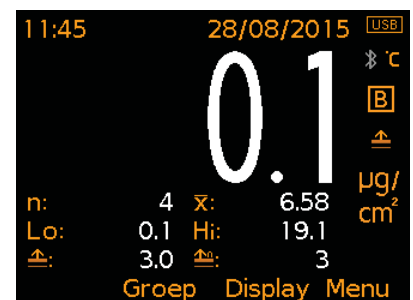

Fig. 3: Metingen x1 & geselecteerde statistieken
- **Geselecteerde statistieken (Fig. 3);** u kunt tot wel 8 statistische waarden laten weergegeven door deze in te stellen via Display/Statistieken/Selecteer Statistieken. Kies uit: